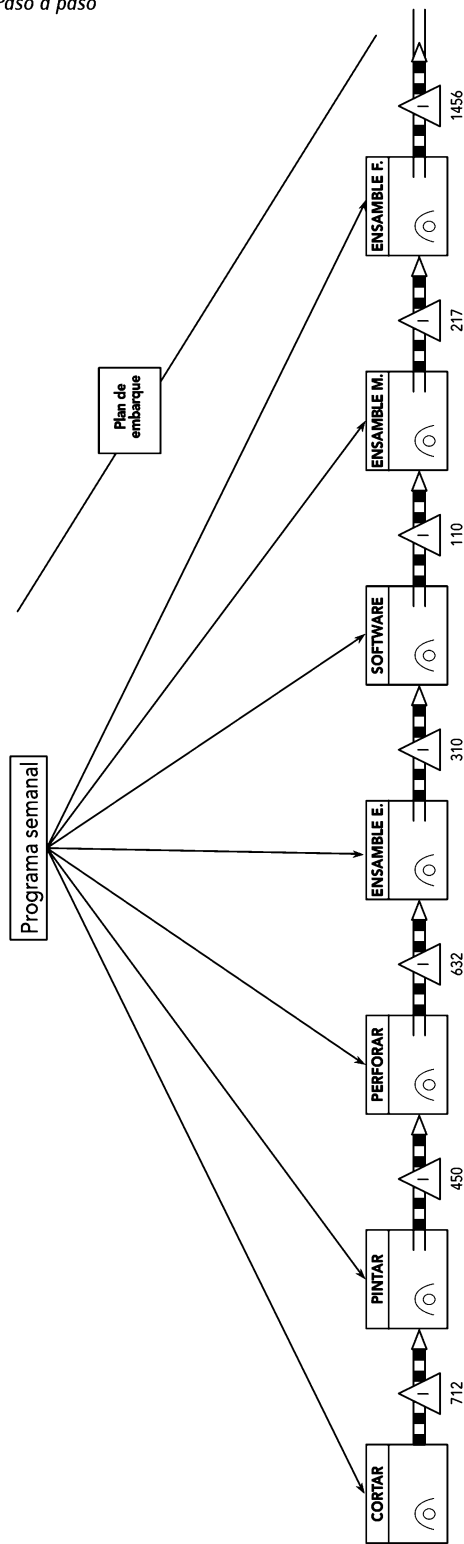

Figura 5.5
4. Conectamos la fábrica de la información con la de los productos mediante las flechas que indican que el programa de producción se realiza para cada operación (véase la figura 5.5).